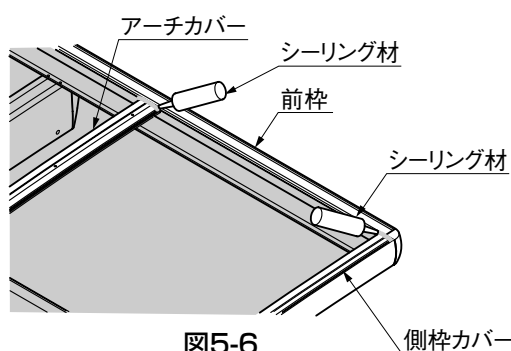

図5-6
- ② 前枠とアーチカバーの間と前枠とアーチカバーの間にシーリング材を充てんしてください。(図5-6参照)
- 指定の箇所にシーリングしてください。(図5-6参照)